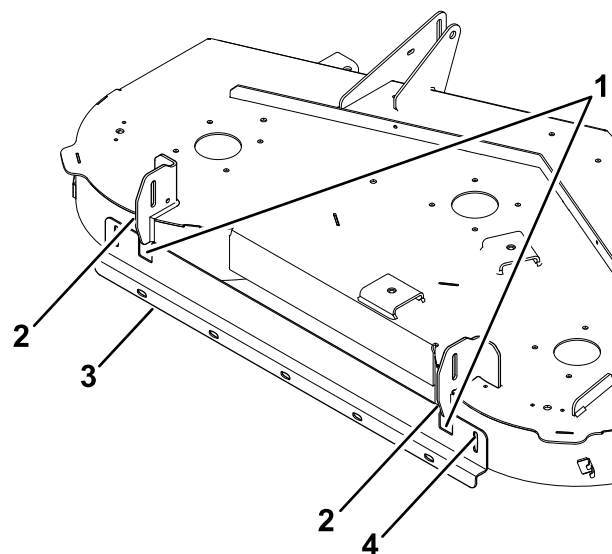

Figure 9
4. Utilisez le support de traçage comme gabarit, et marquez et percez un trou dans la courbe du déflecteur droit avec un foret (9/32 po), comme montré à la Figure 9.